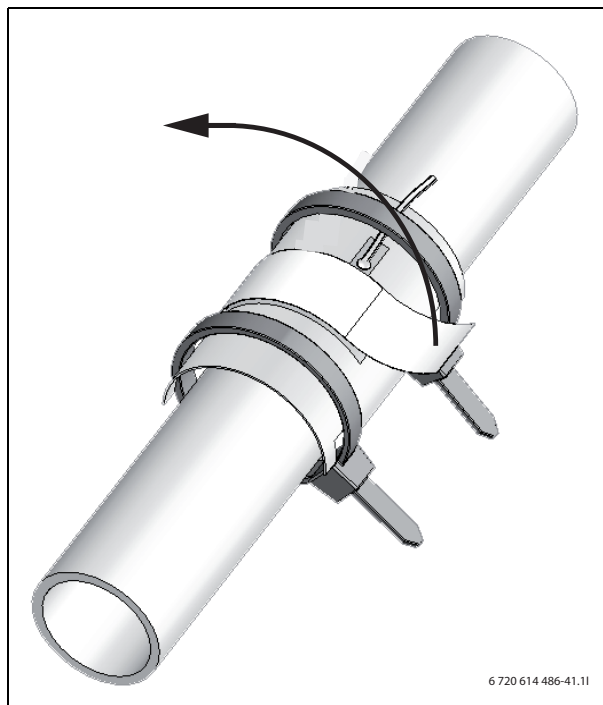

Fig. 23 Sonde à condensats
- ▶ Enlevez l'adhésif de protection de la sonde à condensats comme le montre la figure 23. Ne touchez pas à la sonde elle-même !